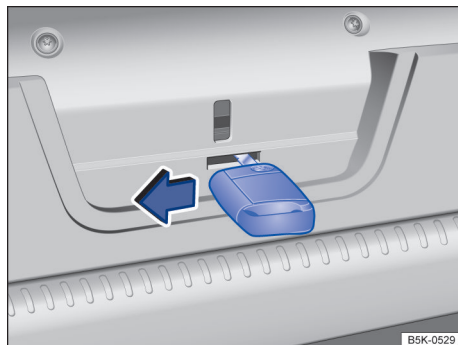

Fig. 67 Na tampa do compartimento de bagagem: destravar emergencialmente a tampa do compartimento de bagagem.
- Inserir a haste da chave na abertura da tampa do compartimento de bagagem → Fig. 67 e pressionar a alavanca de destravamento no sentido da seta.